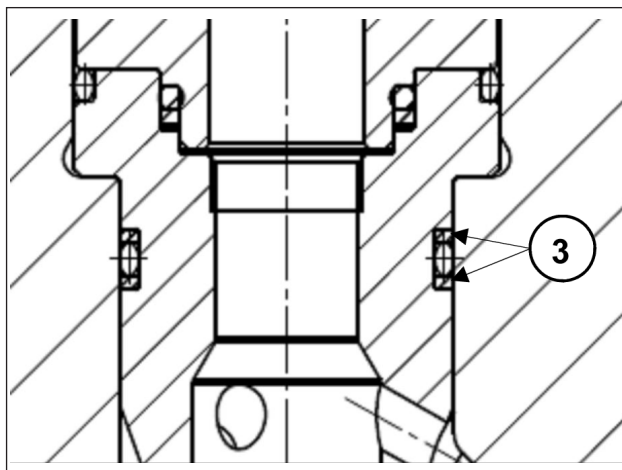

Fig. 35
- 2 **Insérer les groupes de la soupape d'admission et de refoulement avec leurs douilles, en vérifiant qu'ils arrivent au fond du siège de la tête. S'assurer de ne pas endommager les bagues anti-extrusion des douilles (Fig. 35, rep. ③) ; pour une mise en place et une adaptation correcte des bagues dans leurs sièges respectifs, procéder de la façon suivante :**